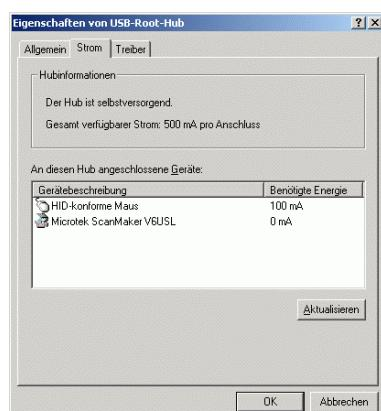

Bild 1-1      Gesamt verfügbaren Strom eines USB-Anschlusses anzeigen
- die Registerkarte **Strom** (Bild 1-1) wählen. Ist der Hub selbstversorgend, und der unter **Hubinformationen** aufgeführte verfügbare Strom beträgt 500 mA pro Anschluss, so können *high power devices* angeschlossen werden.